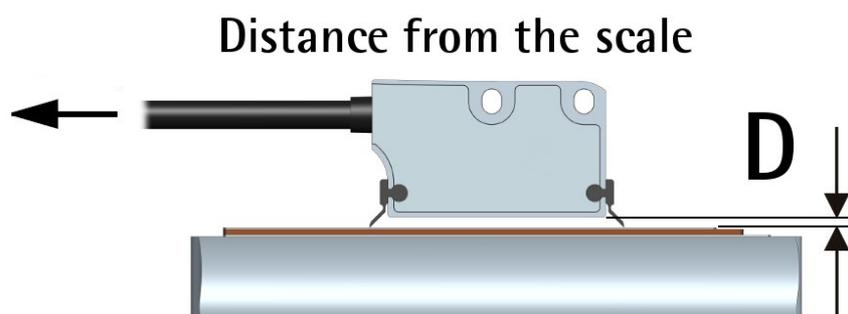

Figura 1 - Distanza montaggio sensore / banda
E' possibile montare la testina sulla banda nelle due direzioni. La freccia in Figura 1 indica la **direzione di conteggio standard** (il fronte di salita del segnale A precede il fronte di salita del segnale B) quando il sensore muove nella direzione indicata dalla freccia; ulteriori informazioni nella sezione "4.7 Direzione di conteggio" a pagina 19.
La distanza D (si veda la Figura 1) tra la base del sensore e la banda magnetica MT50 deve essere compresa nei range indicati nella seguente tabella:
La direzione di conteggio positiva (il fronte di salita del segnale A precede il fronte di salita del segnale B) si ha quando il sensore muove sulla banda nella direzione indicata dalla freccia in Figura 1. Per ogni informazione riferirsi alla sezione "4.7 Direzione di conteggio" a pagina 19).
3.7 Spazzole di pulizia opzionali (Figura 1)